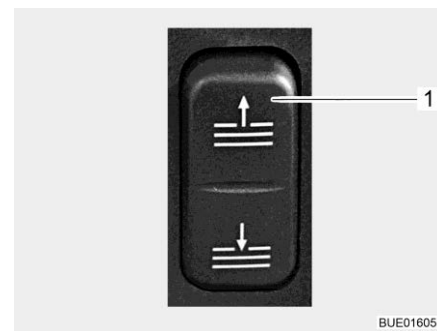

Fig. 105 Interruttore per oscurante del parabrezza
- Premere e tenere premuta la parte inferiore dell'interruttore (Fig. 105,1) finché l'oscurante del parabrezza ha raggiunto la posizione desiderata.
- Premere e tenere premuta la parte superiore dell'interruttore (Fig. 105,1) finché l'oscurante del parabrezza ha raggiunto la posizione più alta.